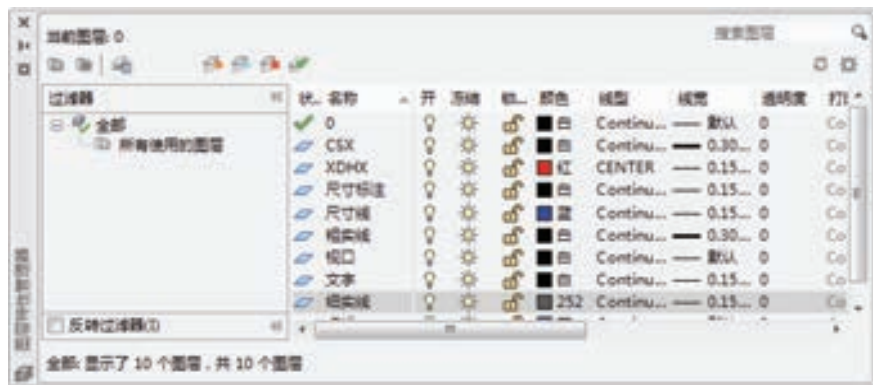

图 9-7 “图层特性管理器”面板
5) 创建新图层。单击“图层”工具栏中的“图层特性管理器”按钮，弹出“图层特性管理器”面板，新建并设置每一个图层，如图 9-7 所示。